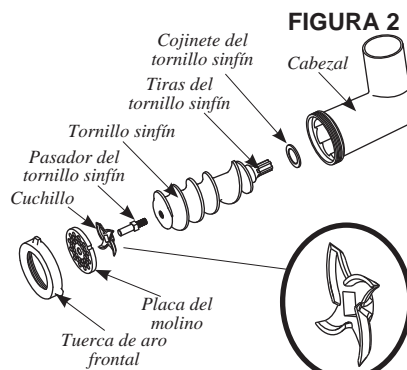

FIGURA 2
3. Inserte el **tornillo sinfín**, con el **cojinete del tornillo sinfín** colocado, dentro del **cabezal** (Figura 2). Alinee las **tiras del tornillo sinfín** con el **eje de transmisión del molino**.
4. Coloque el **cuchillo** en el extremo cuadrado del **perno del tornillo sinfín** (Figura 2). Asegúrese de que las navajas de la **cuchilla** miran hacia afuera.